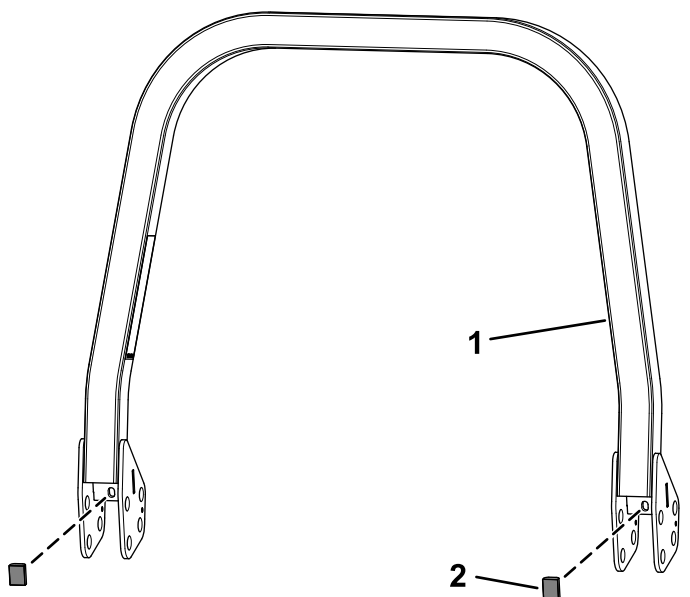

Figura 4
2. Fissate i 2 paracolpi al gruppo roll bar superiore (Figura 4).